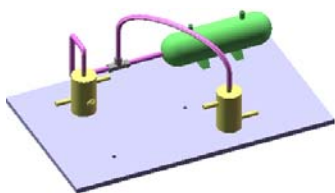

图 11.10.9 管筒线路 1 的创建
Step4. 退出编辑状态。单击 装配体 工具条中的编辑装配体按钮 ，完成图 11.10.9 所示的管筒线路 1 的创建。